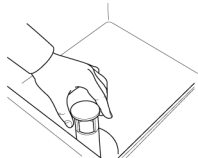

Fig.41
- 1- Abra la puerta y retire el tapón de flujo de agua. (Fig.41)